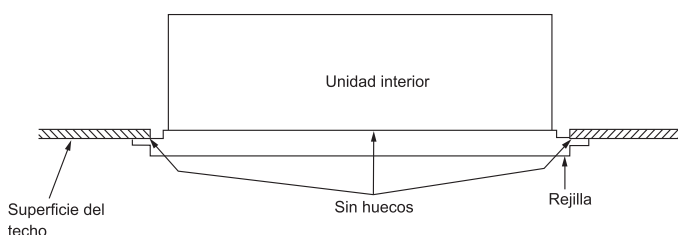
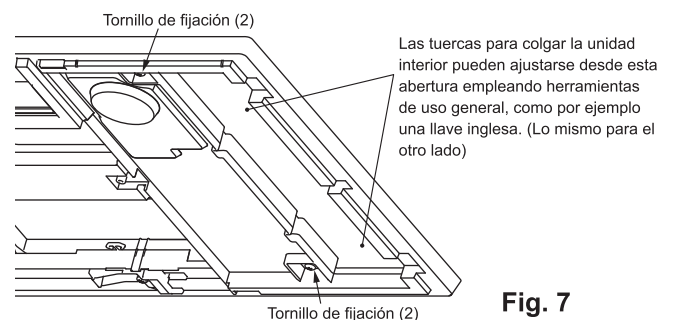

Fig. 6
Fig. 7
8. Apriete los 4 tornillos de fijación (2) cerca de las esquinas que colocó en el paso 6.
- De lo contrario, podría escaparse aire por dicho hueco y provocar que gotee agua desde la unidad interior. (Fig. 6)**
- Nota: Compruebe que los tornillos de fijación (2) y (3) estén bien apretados.
- Corrija el hueco ajustando la altura de instalación de la unidad interior con la rejilla instalada. (Fig. 7)